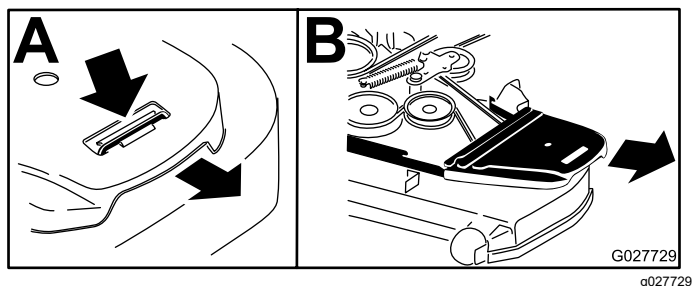

Figure 85
4. Déposez les protège-courroies (Figure 85).